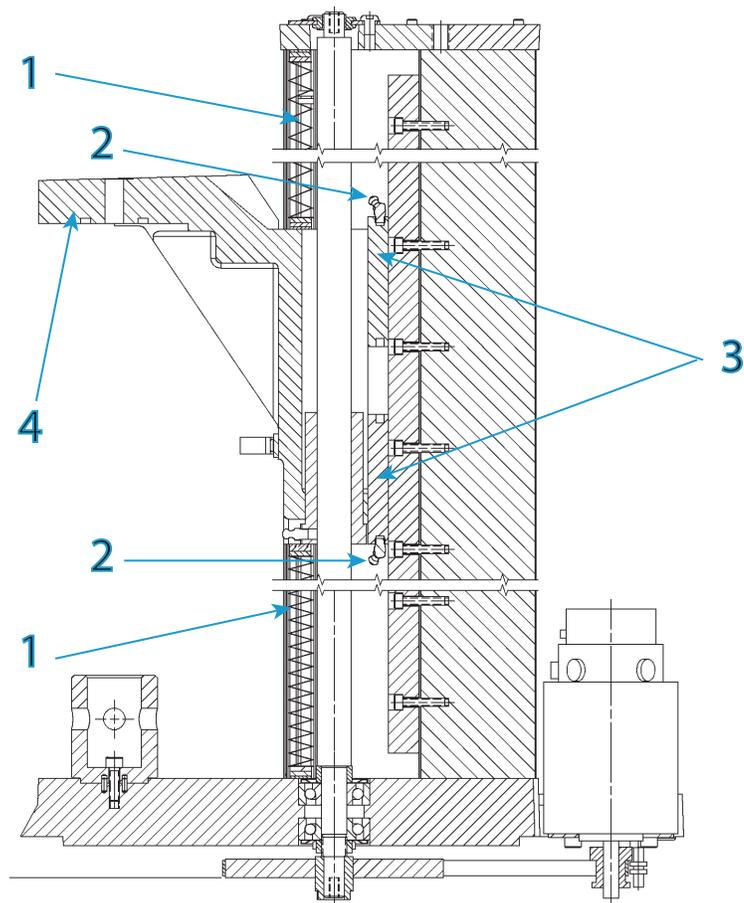

図23. リニアガイドカートリッジの潤滑
説明 図 23
1. 電源スイッチがオフ (0) 位置にあることを確認し、電源から電源ケーブルを抜きます。インジケータ パネルで LED が点灯していることを確認します。
6. クロスヘッドからボールねじカバーを取り外し、クロスヘッドからスライドさせ離します。各キャリッジのグリース ニップルを確認するには、122 ページの  図 23 を参照してください。